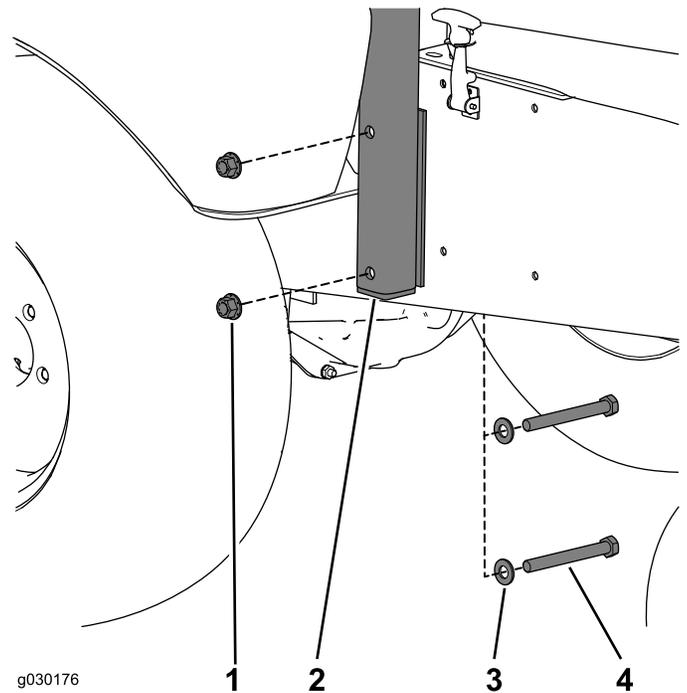

Bild 2
8. Nehmen Sie den Überrollschutz von der Maschine ab (**Bild 2**).